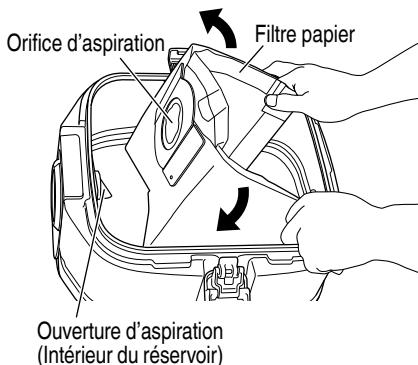

Fig. 27
- (1) Ouvrez le filtre papier horizontalement de sorte que l'orifice d'aspiration dans le filtre papier se trouve au-dessus du haut du réservoir. (**Fig. 27**)